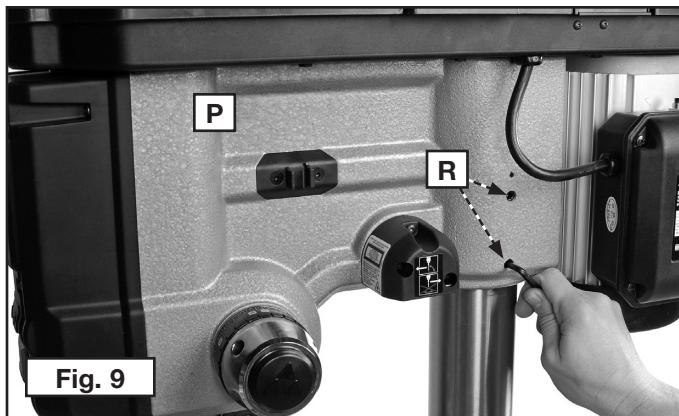

Fig. 9
- Coloque el cabezal de la prensa de taladro (P) Fig. 9 en la columna, insertándolo lo más posible.
- Ajuste los dos tornillos de fijación del cabezal (R) Fig. 9 con la llave hexagonal de 5 mm incluida.